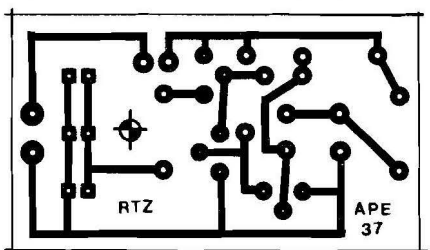
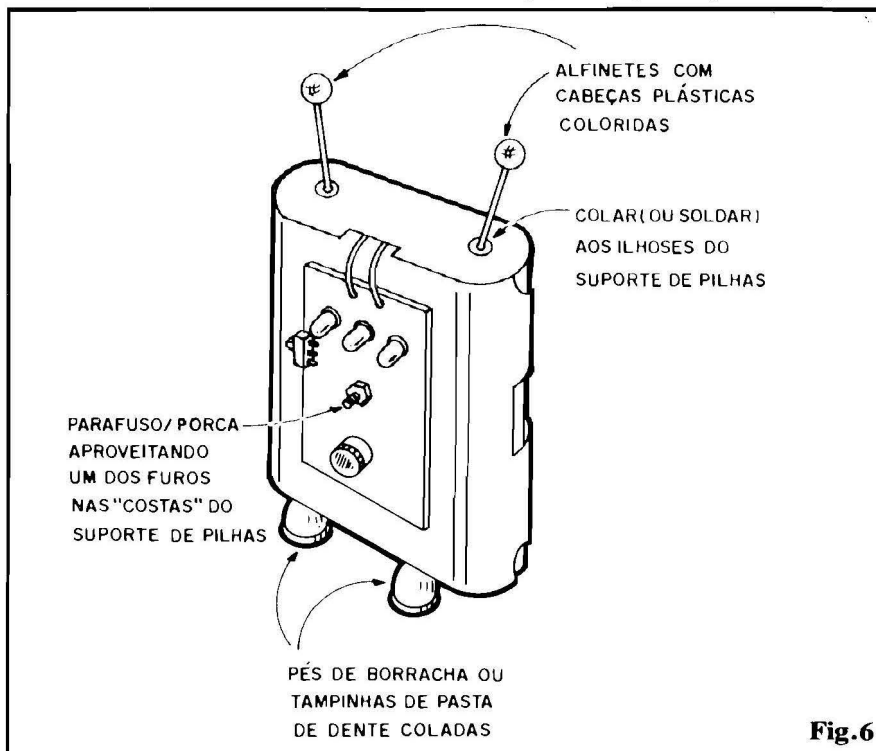

Fig. 3
Fig.6
- FIG. 6 - ESTRUTURANDO O ROBOZINHO... - Se as coisas foram feitas de acordo com as recomendações inerentes às figuras anteriores, não haverá dificuldades em fixar o conjunto conforme sugere a ilustração... O suporte de pilhas tipo "canoa" apresenta, nas suas "costas", dois furos centralizados, dos quais um deverá "bater" direitinho com a posição da furação já demarcada na placa de Impresso (rever fig. 3...). Um simples conjunto parafuso/porca